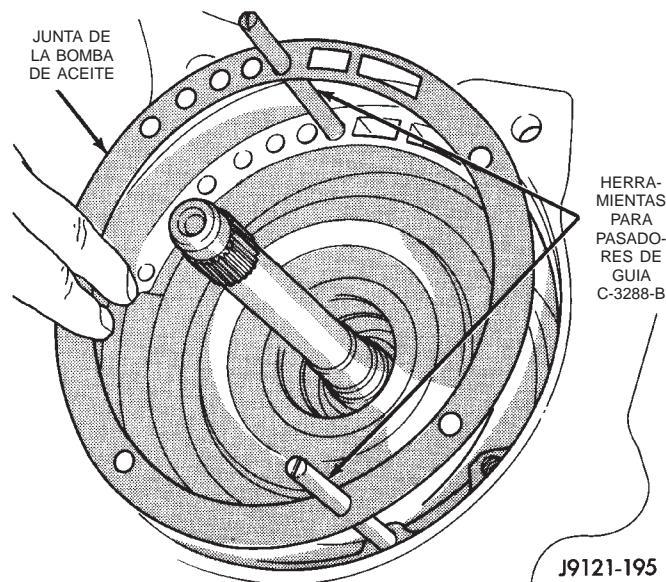
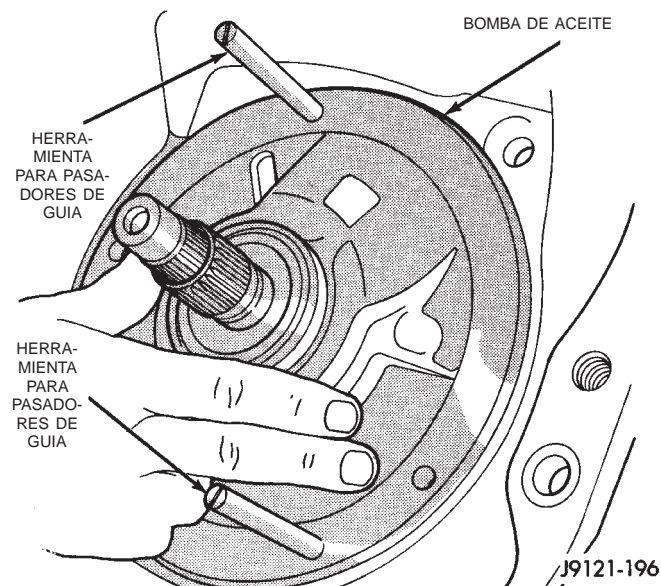

Fig. 111 Instalación de los pasadores de guía y la junta de la bomba de aceite
Fig. 112 Instalación de la bomba de aceite y el soporte del eje de reacción
(41) Enrosque dos herramientas para pasadores de guía C-3288-B en los orificios para pernos en la brida de la bomba de aceite (Fig. 111).
(42) Alinee e instale la junta de la bomba de aceite (Fig. 111).
(43) Lubrique las juntas de la bomba de aceite con Mopar® Door-Ease, o Ru-Glyde, Door Eze o ATF Plus 3.
(44) Instale la bomba de aceite (Fig. 112). Alinee y emplace la bomba en los pasadores de guía. Deslice la bomba hacia abajo por los pasadores e introdúzcala con la mano en la maza del embrague delantero y la caja. Luego instale dos o tres pernos de bomba para sostener la bomba en su lugar.
(45) Retire las herramientas para pasadores de guía e instale los pernos restantes de la bomba de aceite. Apriete los pernos alternadamente en diagonal con una torsión de 20 N·m (15 lbs. pie).